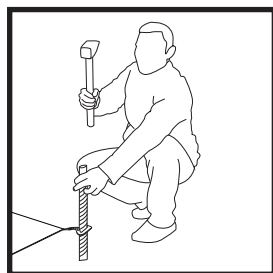

Abb. 6
8. Haken Sie die Schnur an Verankerung Nr. 1 ein, spannen Sie sie und setzen Sie die Verankerung senkrecht zum Boden an. So bestimmen Sie den Befestigungspunkt der ersten Zeltecke. Achten Sie darauf, dass die Schnur stets gespannt bleibt, und schlagen Sie die Verankerung in den Boden (Abb. 6). Bei zwei- oder dreimastigen Zelten muss der Befestigungspunkt Nr. 1 genau auf der Verlängerung der Linie liegen, die die Zeltmasten verbindet.